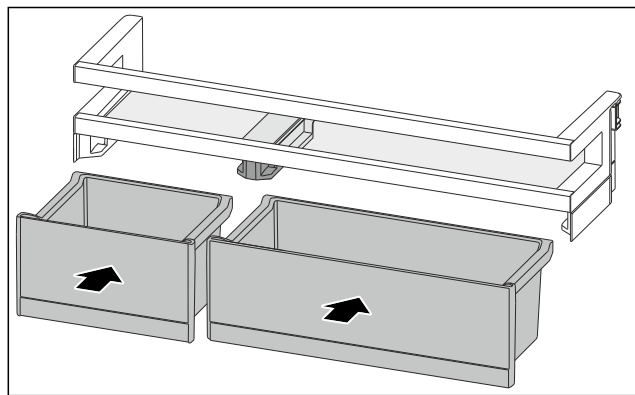

Fig. 212
- ▶ Установите ящики VarioBox, поменяв их расположение. (см. Fig. 212)